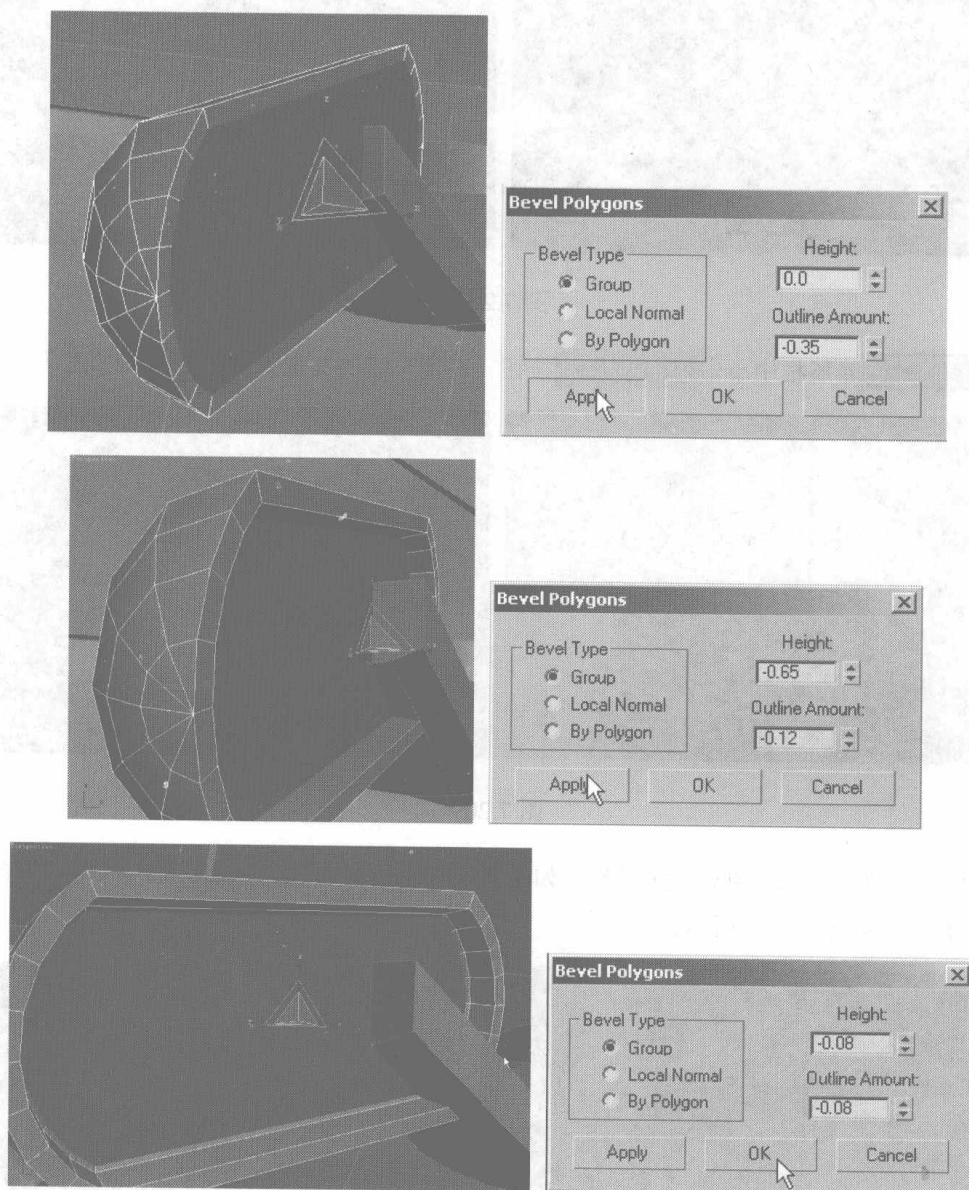

图 7.207
- 22 选择添加的面，单击 **Bevel** 按钮右边的小方块，在弹出的快捷菜单中设置斜角参数，单击 **Apply** 按钮，再一次执行斜角命令，设置斜角参数，单击 **Apply** 按钮，再次设置参数，单击 **OK** 按钮，如图 7.207 所示。